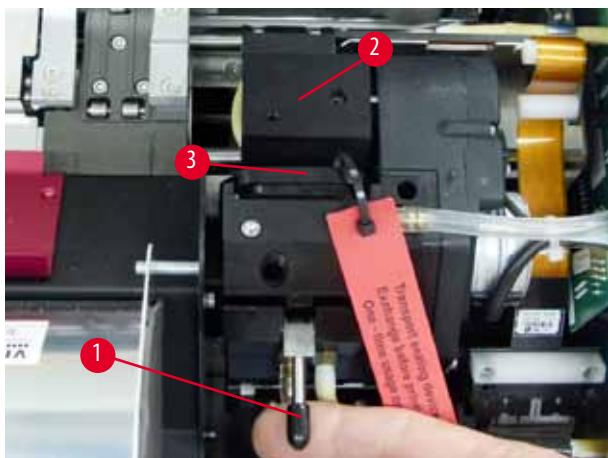

Рис. 30
4. Печатающая головка ("Рис. 30-2") перемещается вверх и останавливается прим. в 1 см от уплотнительной кромки ("Рис. 30").